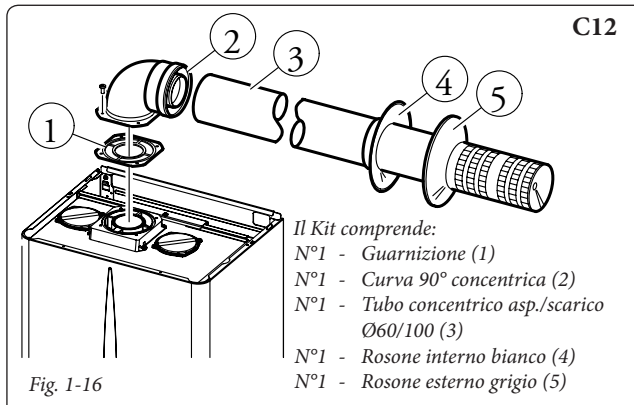

Fig. 1-16
Questo terminale permette l'aspirazione dell'aria e lo scarico dei fumi direttamente all'esterno dell'abitazione. Il Kit orizzontale può essere installato con l'uscita posteriore, laterale destra, laterale sinistra e anteriore (Fig. 1-16÷1-22).
**Kit orizzontale di aspirazione - scarico Ø60/100.** Montaggio kit (Fig. 1-16): installare la curva con flangia (2) sul foro centrale della caldaia interponendo la guarnizione (1) e serrare con le viti presenti nel kit. Innestare il tubo terminale (3) con lato maschio (liscio), nel lato femmina (con guarnizioni a labbro) della curva (2) sino a portarlo in battuta, accertandosi di avere già inserito il relativo rosone interno ed esterno, in questo modo si otterrà la tenuta e la giunzione degli elementi che compongono il kit.